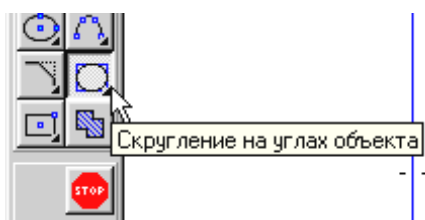
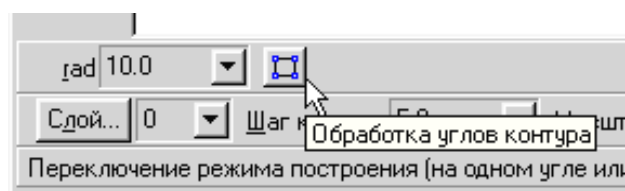

Рис. 4.15.
Рис. 4.16.
4. Виконайте округлення за допомогою клавіші *Округлити* на кутах об'єкта, скориставшись *Панеллю розширених команд*, рис. 4.15. Встановіть радіус округлення рівний 10 мм і включіть кнопку кутів контуру на всіх чотирьох кутах, рис. 4.16.